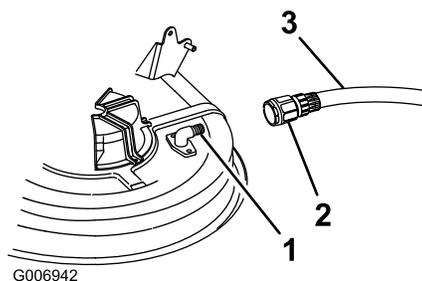

Figura 55
- Conecte el acoplamiento (no suministrado) al conector de lavado del cortacésped, y abra el grifo al máximo (Figura 55).